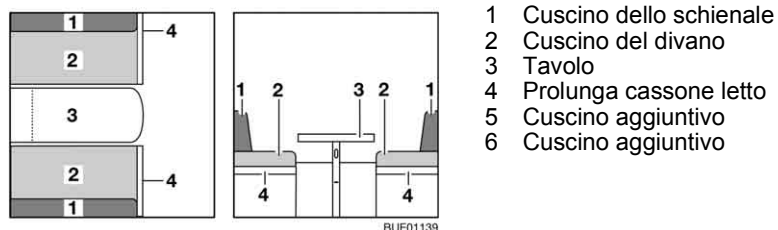

Fig. 91 Prima della trasformazione
- Trasformare il tavolo (Fig. 91,3) in struttura di supporto letto (vedi paragrafo 6.11).
- Aprire la prolunga del cassone letto (Fig. 91,4).
- Rimuovere i cuscini dello schienale (Fig. 91,1) e riporli.